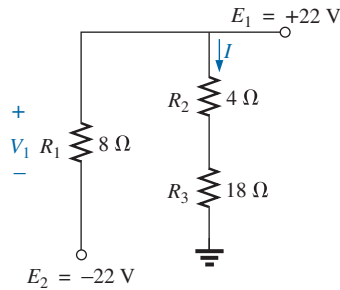

Figura 7.77 Problema 18.
18. Considerando o circuito na Figura 7.77: